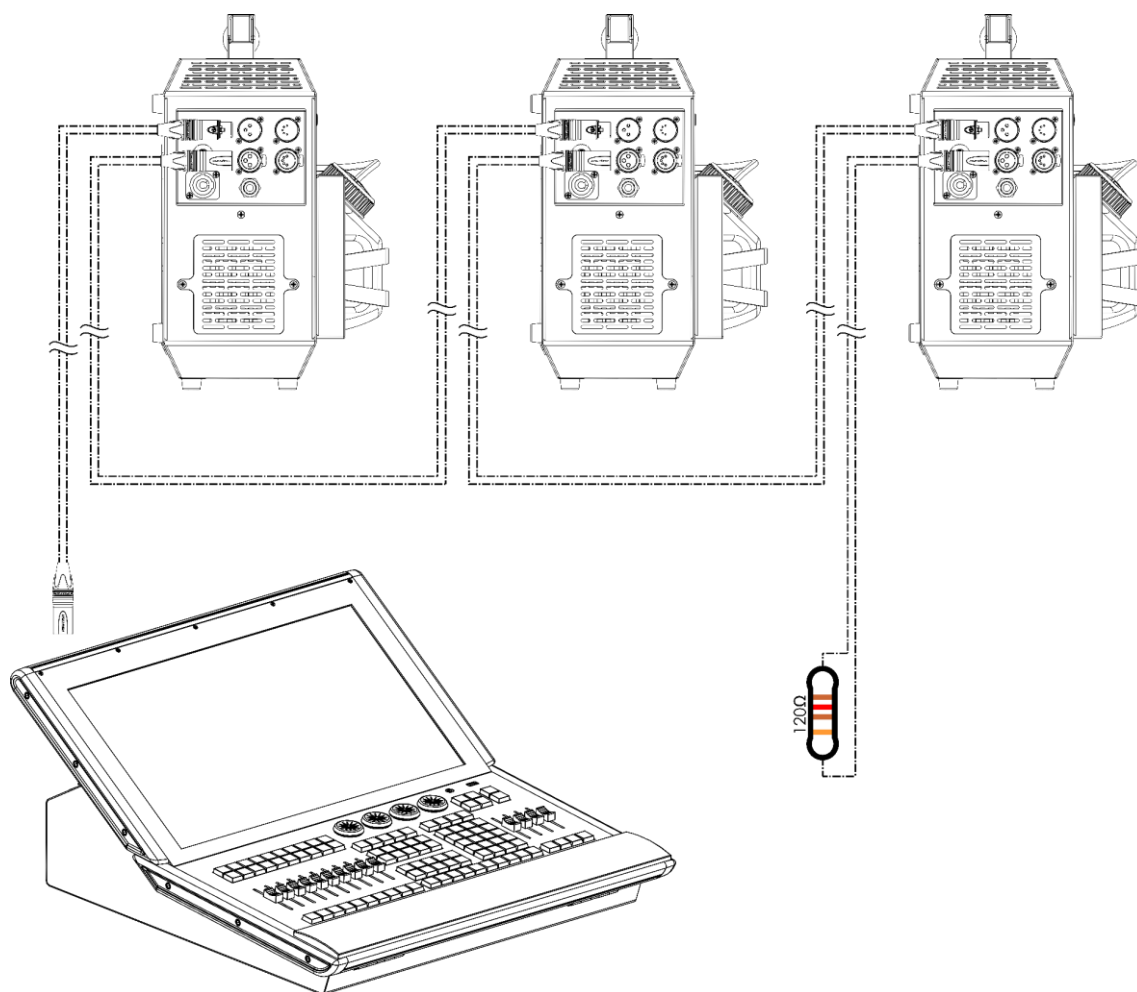

Fig. 27
- 03) Répétez l'étape 2 pour connecter tous les appareils en guirlande, comme indiqué sur la Fig. 27.